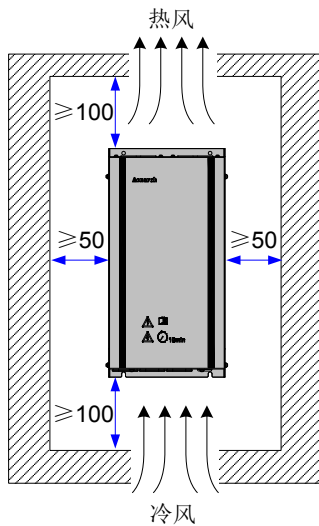

图 3-3 AFE 安装空间尺寸图 (mm)
- 2) 电梯 AFE 可安装于 NICE3000new 控制柜顶部，若安装于其它位置，需置于阻燃物体的表面，周围要有足够空间散热，可参照图 3-3 说明，并用螺丝垂直安装在安装支座上。
安装空间尺寸如图 3-3 所示，保证 AFE 的散热空间。但布置时请考虑柜内其它器件的散热情况。